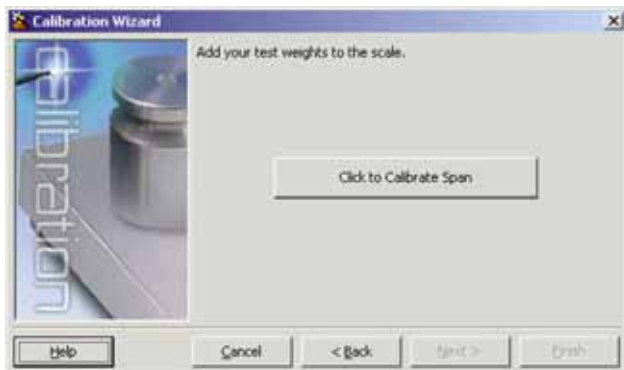

Figura 4-7. Pantalla iRev 4 para Calibración de Amplitud
5. Coloque las pesas de prueba en la báscula. Presione el botón **Calibrate Span** para realizar la calibración de Amplitud (Figura 4-7). Aparecerá un mensaje al concluir el proceso.